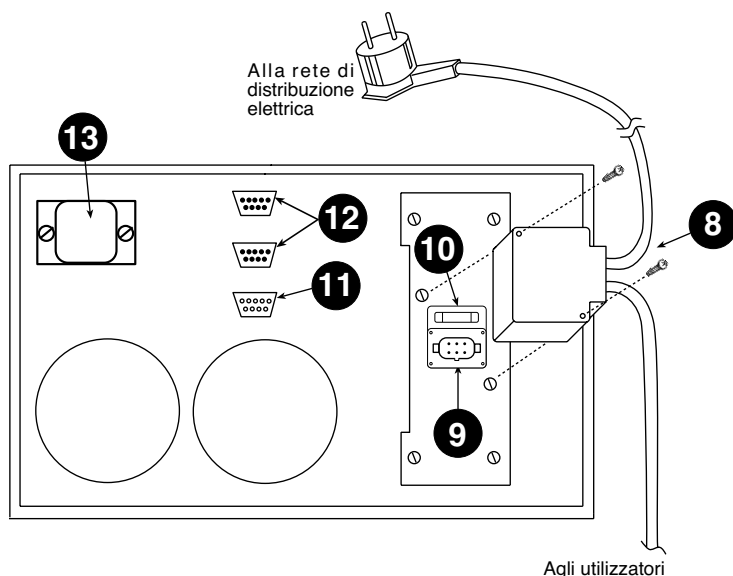

Fig. 2 Connessioni Elettriche
Singolo Cabinet (fig. 2):
4. Collegare il connettore di Ingresso-Uscita alla spina [9] presente sul retro dell'UPS, fissandolo al telaio con le apposite viti (vedi fig. 2).